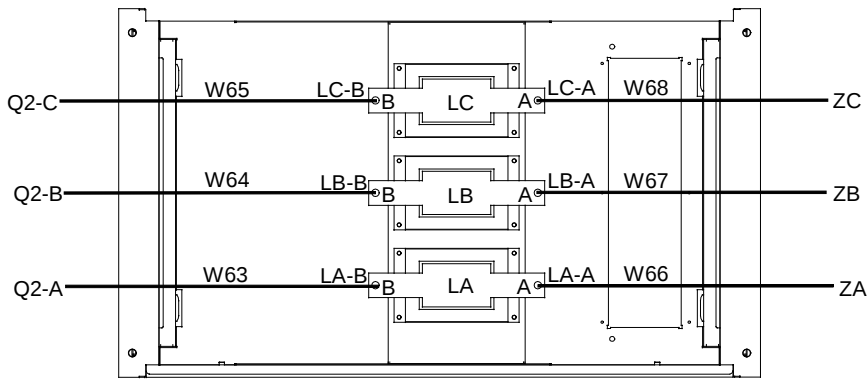

图8-3 线缆连接
1. 按照图 8-3 所示，将线缆 W63、W64、W65、W66、W67 及 W68 连接在铜排 Q2-A、Q2-B、Q2-C，ZA、ZB、ZC 与电感 LA、LB 和 LC 之间。首先用 6 个 M10×30 螺钉/平垫/弹垫/螺母将线缆连接至电感器，然后用上面的步骤 4 所保留的螺钉螺母将线缆连接至铜排。